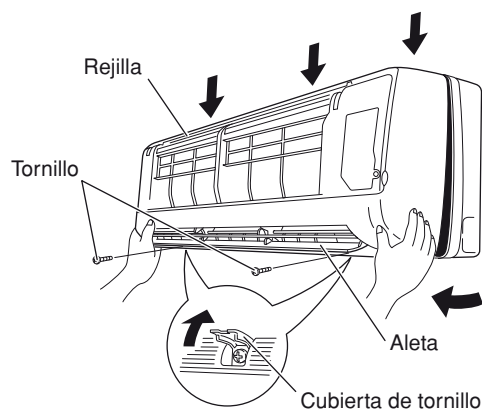

Fig. 17-1
- (2) Extraiga los 2 tornillos que hay en el lugar por el que se abren las cubiertas. Tome la rejilla por ambos lados inferiores y tire de la misma ligeramente hacia usted. (Fig. 17-1)
- (3) Presione los 3 apéndices de la parte superior de la rejilla para desacoplarlos. (Fig. 17-1)
- (4) Tire de la rejilla hacia usted para extraerla. (Fig. 17-1)